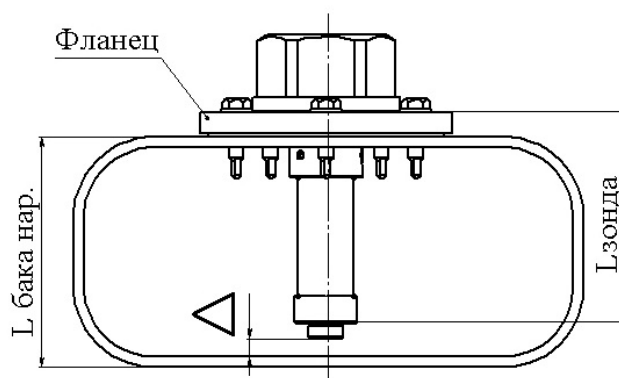

Рис. 1.4 - Определение длины зонда при заказе
1.1.3.3.3 Определение длины зонда при заказе (см. рис. 1.4)